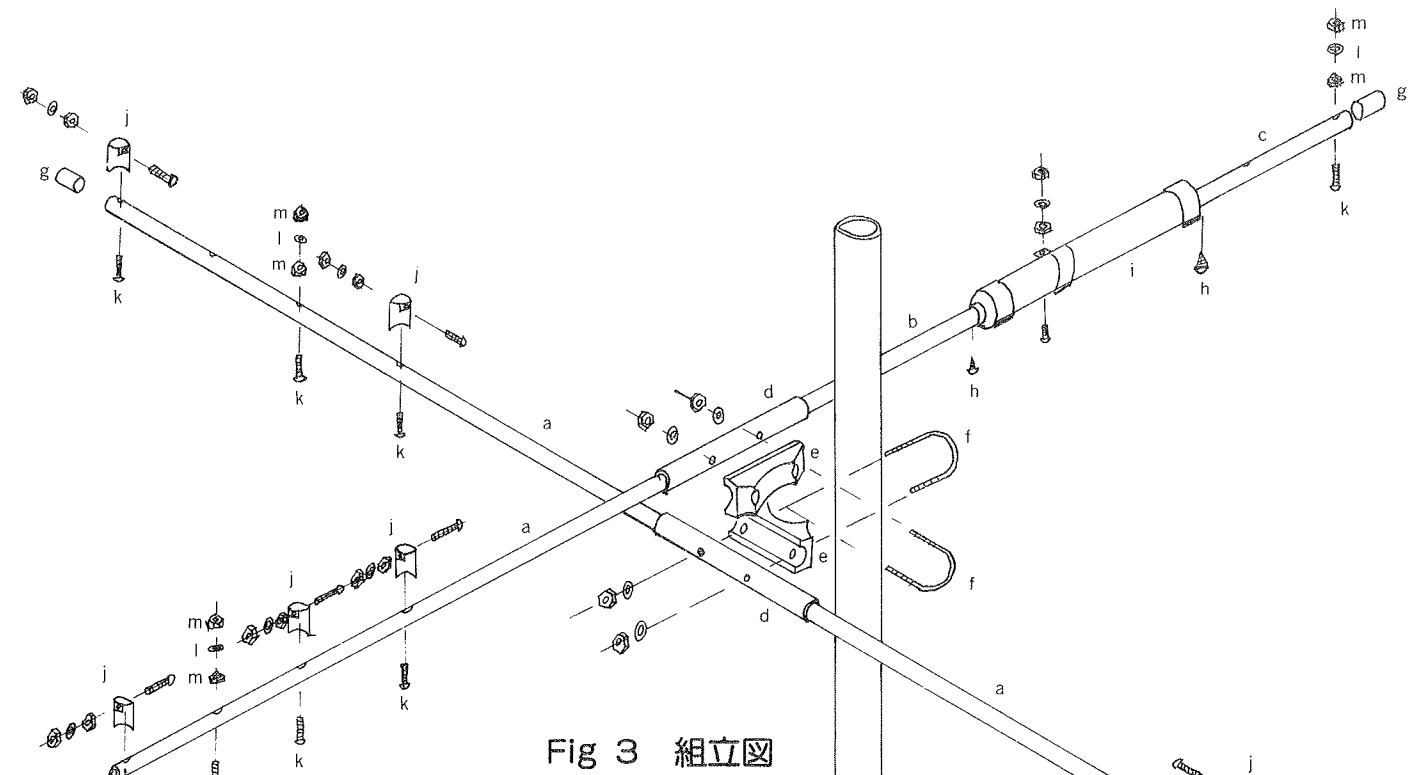

Fig 3 組立図
- Fig.3 を参照の上エレメントパイプ及びトラップを組立てて下さい。トラップは 3 連のスリット側が外側になります。